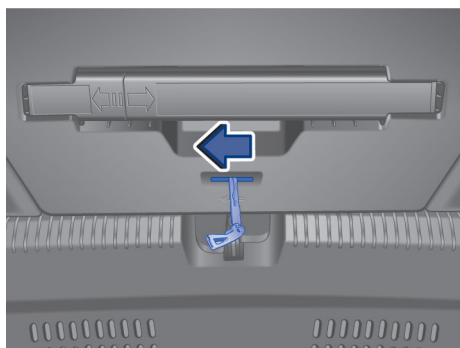

图 52 行李厢盖应急解锁
- 用长型工具插入槽口沿箭头方向拨动行李厢盖→图 52 应急解锁装置，同时将行李厢盖向外推，直到其打开。